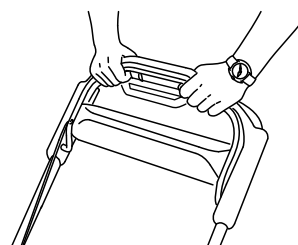

Figura 18
3. Sujete la barra de control de las cuchillas contra el manillar (**Figura 18**).